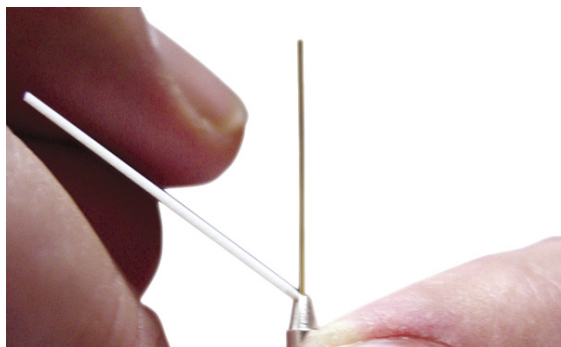

Figure 12.
- 2 Vérifiez l'extrémité de la colonne. Elle doit être carrée et sans fissures. Coupez-la, le cas échéant. Voir la section **Figure 12**